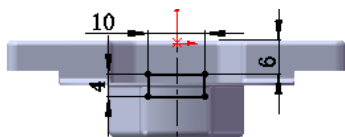

图 16.2.50 横断面草图
② 定义横断面草图。在草图环境中绘制图 16.2.50 所示的横断面草图。
(3) 定义切除深度属性。在“切除—拉伸”对话框 **方向 1** 区域的  下拉列表中选择 **完全贯穿** 选项。取消选中的 ☐ **正交切除(N)** 复选框。
(4) 单击对话框中的  按钮, 完成切除—拉伸 3 的创建。